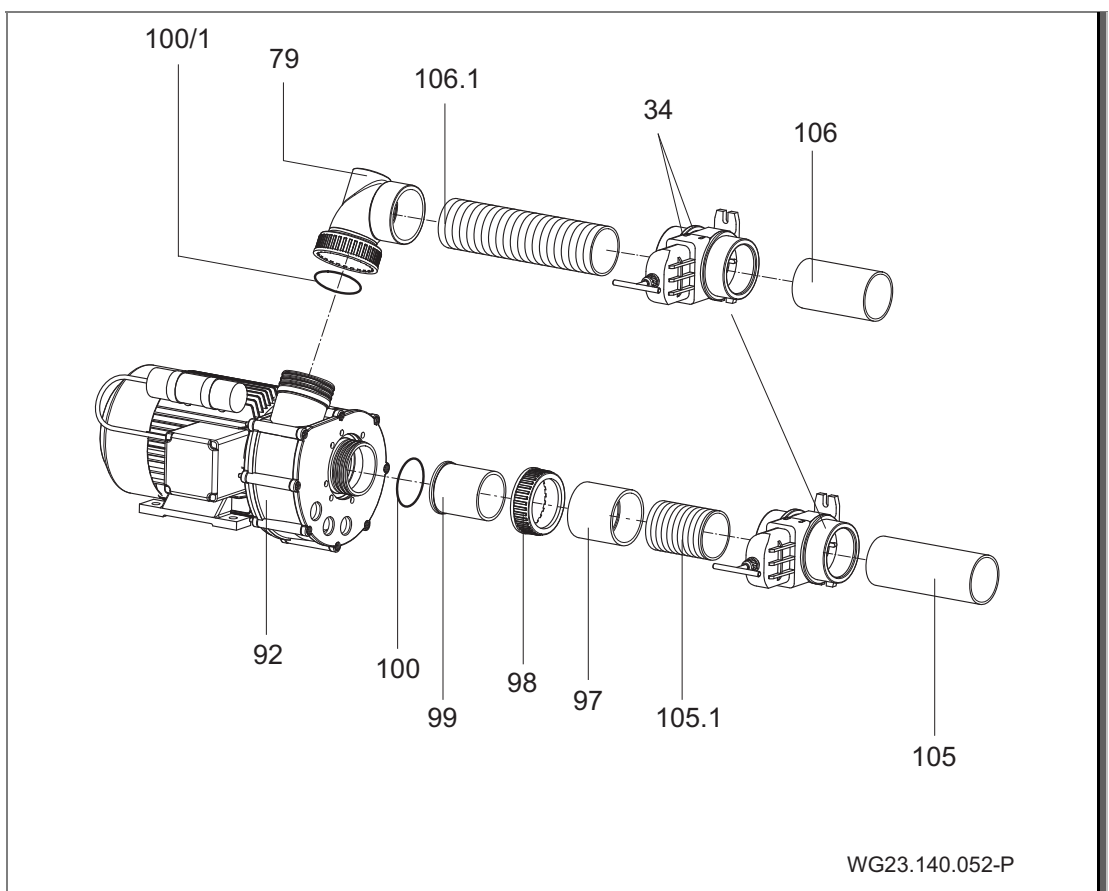

Fig. 20
13. Conectar o pegar la bomba del contra-corriente (92) en el lado de aspiración con el tubo flexible de aspiración (105.1), manguito (97), conexión roscada (98, 99) y lado de presión con tubo de presión flexible (106.1) y ángulo de reducción especial (79). (Fig. 20)
16. Regulación de cantidades desde la piscina con regulador giratorio (111):